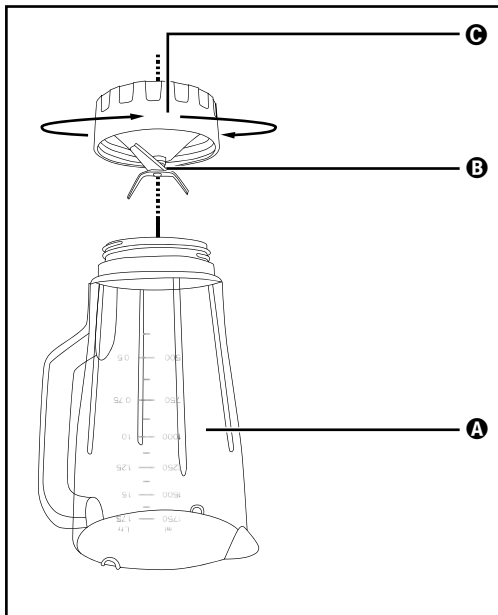

Bild 3
- 2) Vänd på produkten och vrid den undre plastdelen ③ på mixerbehållaren ③ motsols så att den kan tas loss från mixerbehållarens ③ överdel ① (se bild 3).